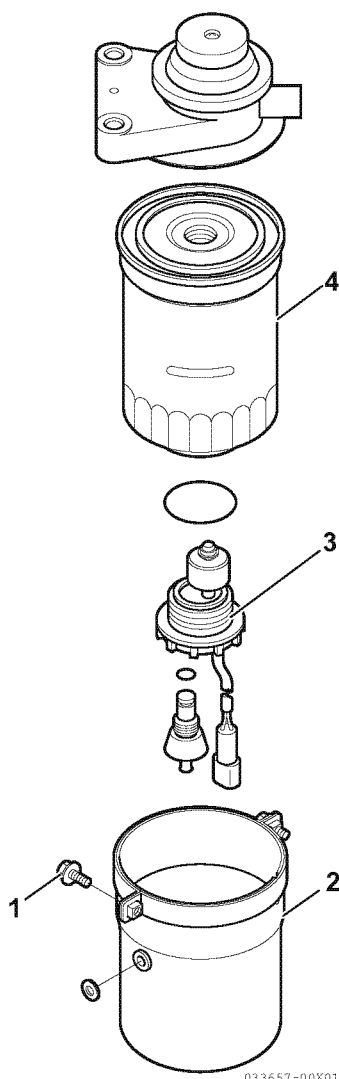
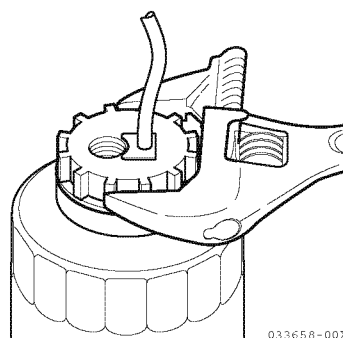

Abbildung 6
Abbildung 7
2. Die zwei Befestigungsschrauben (1, **Abbildung 6**) und das Gehäuse (2, **Abbildung 6**) entfernen.
5. Alarmschalter (3, **Abbildung 6** und (**Abbildung 7**) mit einem Schraubenschlüssel entfernen.
6. Das Filterelement (4, **Abbildung 6**) mit einem Filterschlüssel entfernen.